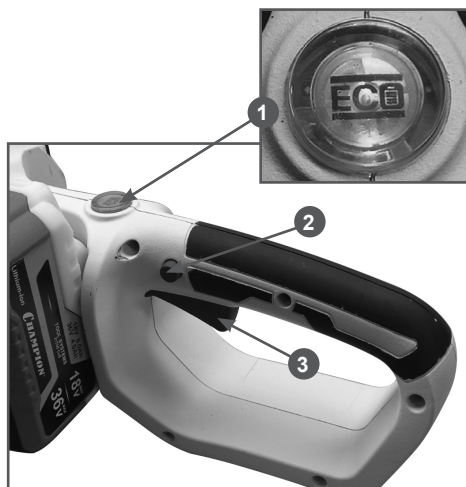

Рис. 5 Расположение органов управления на задней рукоятке
1. Нажмите кнопку включения 1 (Рис.5), индикатор кнопки загорится зеленым светом.
2. Нажмите и удерживайте кнопку 2 (Рис.5) блокировки рычага включения, после чего нажмите рычаг включения 3 (Рис. 5), пила включится, цепь начнет крутиться.